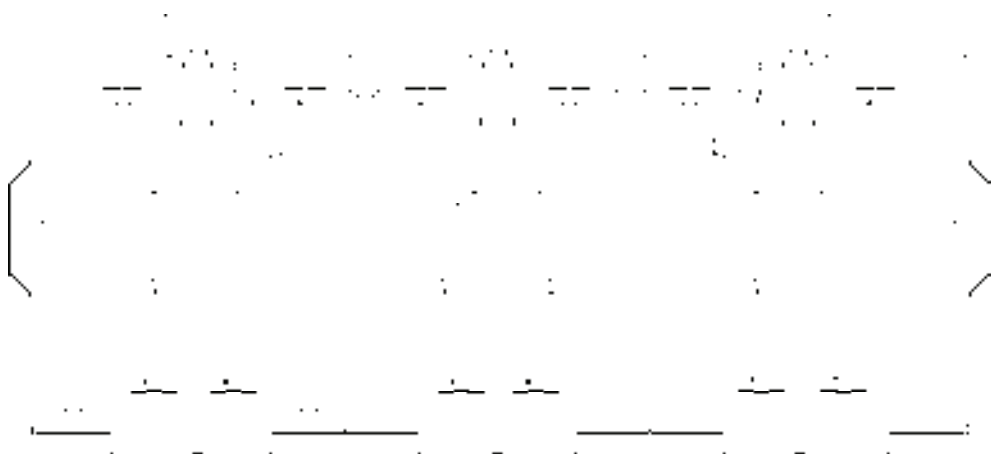

图 14-103 绘制结果
23) 重复上述操作，绘制其他雨水管图形，结果如图 14-103 所示。